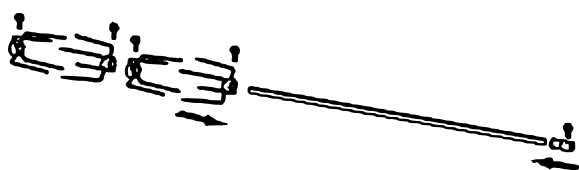

Figure 3
3. Attachez la fourchette à viande et le verrou de la broche comme illustré (**Fig. 3**). Modifiez la position du verrou de la broche avant de préparer quelque chose sur la broche rotative.